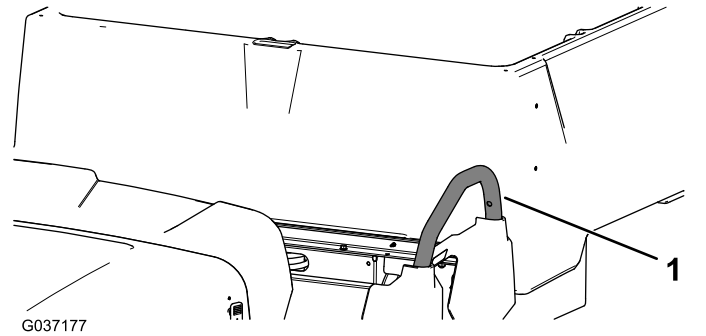

Figura 9
3. Retire los 3 tornillos y las 3 tuercas que sujetan el agarradero izquierdo, y retire el agarradero (Figura 9).
9. Instale el agarradero izquierdo que retiró anteriormente usando los 3 tornillos y 3 tuercas (Figura 9).